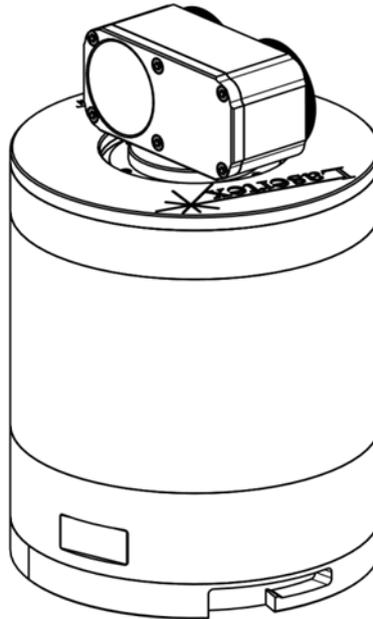

FIG.14.9. SISTEMA ROTATIVO CONVERTIDO EN LA POSICIÓN DE ALINEACIÓN
- 2) Al comienzo del procedimiento de alineación, antes de utilizar el elemento IK1, la unidad giratoria debe girarse a la posición de alineación (ver Fig. 14.9), es decir, con el espejo frente al láser. El cabezal láser debe alinearse (principalmente con montajes angulares) de tal manera que el haz reflejado en el espejo regrese al frente del cabezal láser. Esta operación obliga al rayo láser a ser perpendicular al eje de rotación.